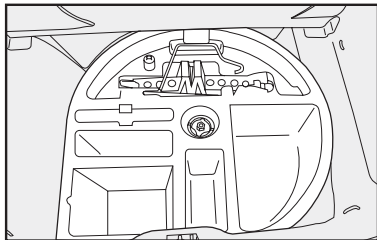

fig. 21
- Guarde las herramientas, encajándolas en los alojamientos específicos **fig. 21**.